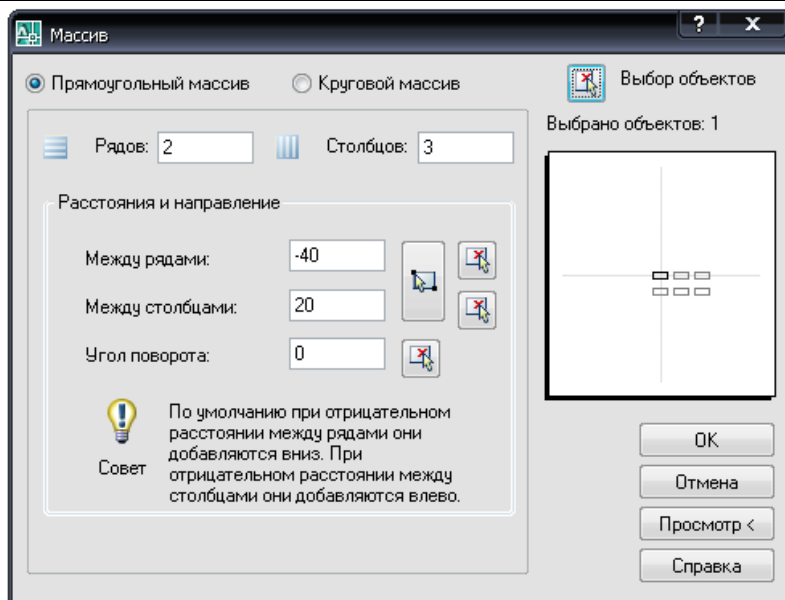

Рис. 4.3
**Шаг 2.** Выбрать в верхнем меню команду **Редактировать** → **Массив**. На экране появится диалоговое окно **Массив** (рис. 4.3).